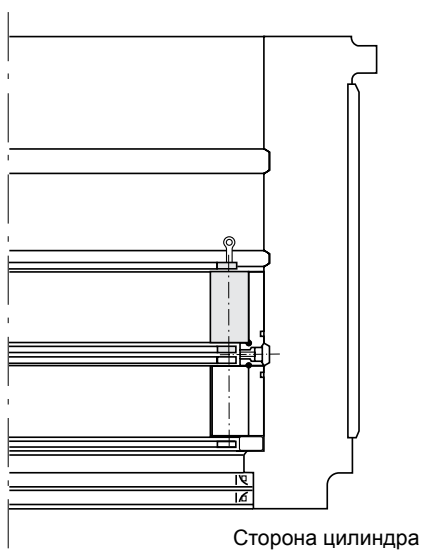

Рис. 3.22
- (7) Нанесите смазочный материал на торцевые поверхности и на поверхности качения ряда роликов В.
- (8) Установите сепаратор ряда В стороной с меткой вверх и вверните четыре специальных проушины в резьбовые отверстия сепаратора. Поднимите и установите сепаратор в наружное кольцо распорки. (**рис. 3.22**)